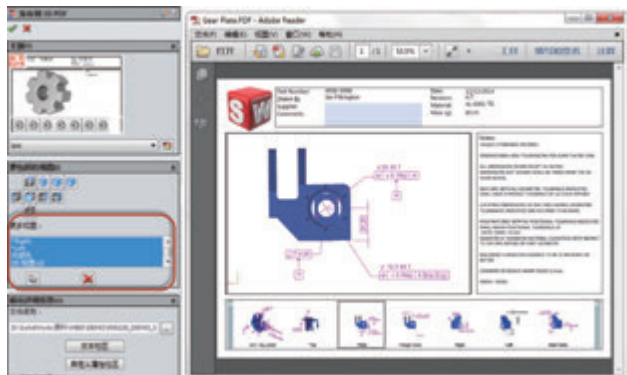

图8 出版3D PDF
(2) 导出至 3D PDF。点击“输出至 3D PDF”则可以选择性要发布的视图（图 8）。